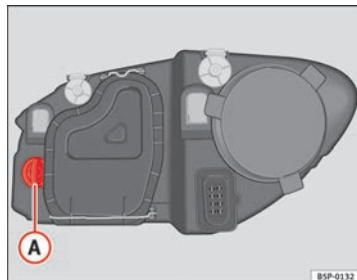

Fig. 187 Lampada luce indicatore di direzione
- Ruotare il portalampada ⇒ fig. 187 (A) verso sinistra e tirare.